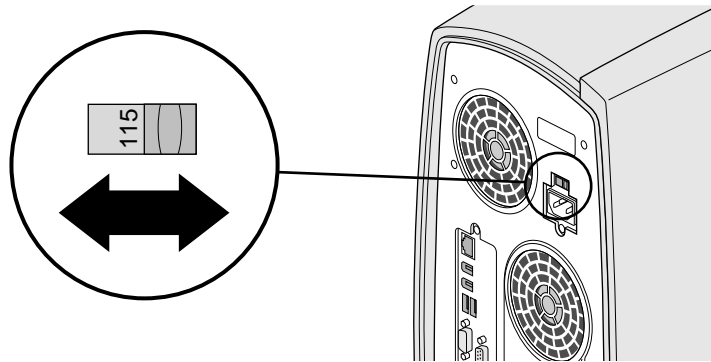

Abbildung 1-6 Überprüfen der Einstellung des Spannungswahlschalters
- Überprüfen Sie, wie in Abbildung 1-6 gezeigt, den Spannungswahlschalter über dem Netzanschluß auf der Rückseite des Systems, um sicherzustellen, daß die richtige Spannung für Ihren Stromanschluß eingestellt ist.